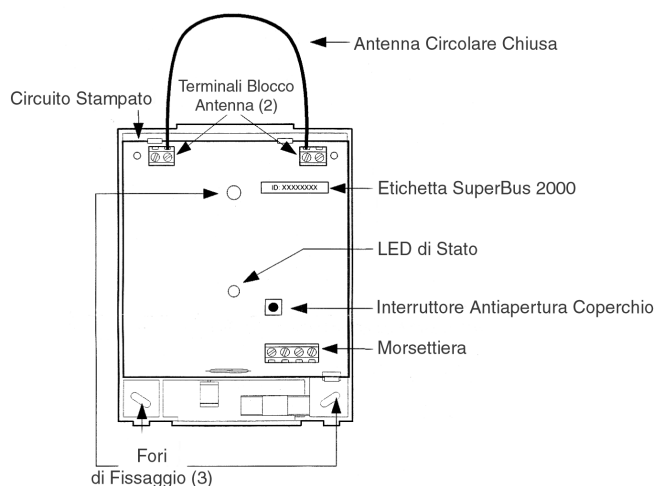

Figura 1: Componenti del modulo 60-764-43-MAX
La Figura 1 mostra i componenti del modulo ricevitore descritti nella Tabella 1.
3. Mantenete la base contro la parete e segnate il muro in corrispondenza dei tre fori di fissaggio. (Figura 1). Ricordate di lasciare almeno 26 centimetri sopra la base per poter inserire l'antenna
1. Allentate il terminale di destra e quello di sinistra posti nella parte superiore del modulo per il collegamento dell'antenna (Figura 1)